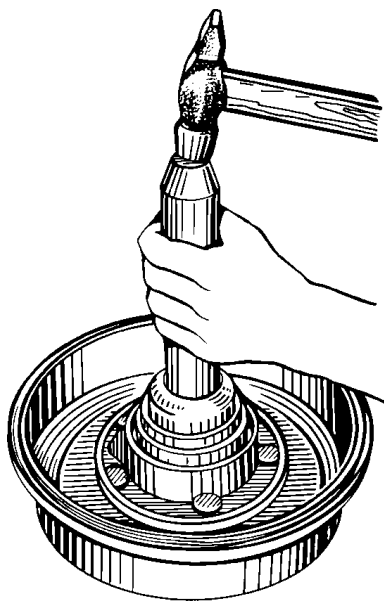

Рис. 11.9. Запрессовка манжеты и наружных колец подшипников ступицы
2. Запрессовку манжеты и наружных колец подшипников производите кольцевой оправкой (рис. 11.9).